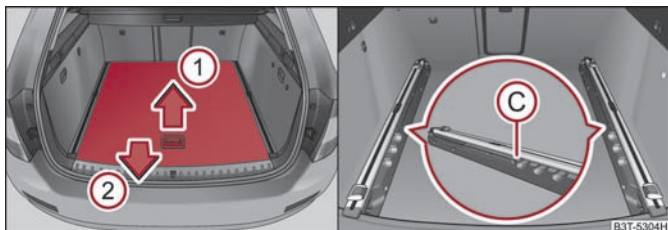
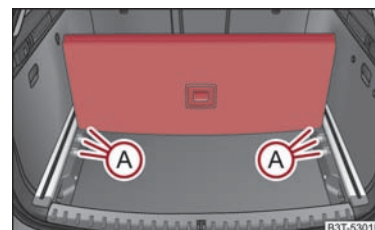

Abb. 89 Kofferraum: variablen Ladeboden teilweise herausziehen
Abb. 90 Kofferraum unterteilen
- Fassen Sie den hinteren Teil des variablen Bodens am Griff an, heben Sie ihn etwas in Pfeilrichtung ① an ⇒ Abb. 89 und ziehen Sie ihn über den Stoßfänger in Pfeilrichtung ② heraus, bis er in der Öffnung ③ einrastet ⇒ Abb. 89.
- Zum Hineinschieben des variablen Ladebodens fassen Sie den Teil des Bodens am Griff, heben ihn etwas in Pfeilrichtung ① an und schieben ihn bis zum Anschlag nach vorn.
- Fassen Sie den hinteren Teil des Bodens im Griff an, heben Sie ihn in Pfeilrichtung ① ⇒ Abb. 89 und setzen den hinteren Rand in eine der Öffnungen ② ein ⇒ Abb. 90.